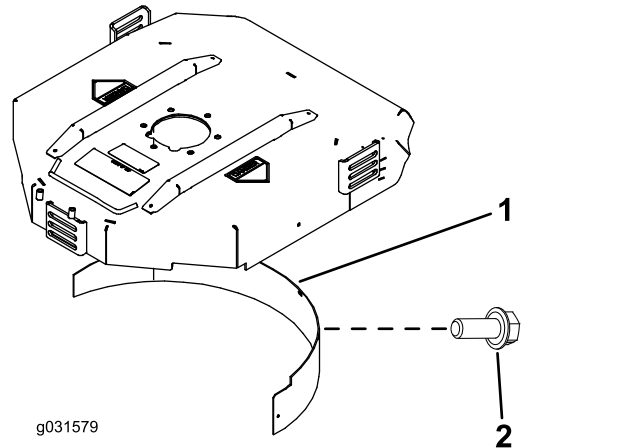

Bild 22
2. Montieren Sie das Mulchablenkblech in der hinteren Öffnung und befestigen Sie es mit fünf Bundschrauben (Bild 22).